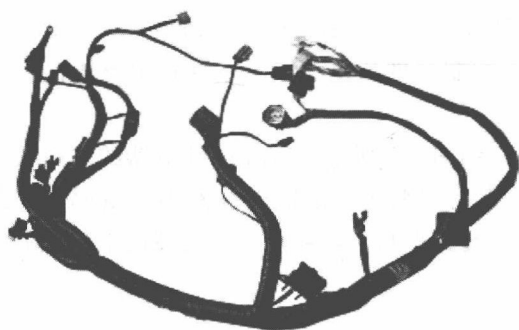

图 1-7 线束
② 线束 全车线路除高压线、蓄电池电缆和起机电缆外，一般将走向相近的同区域的导线用棉纱或薄聚氯乙烯带缠绕包扎成束，称为线束，如图 1-7 所示。线束可使线路不凌乱，便于安装，而且起到了保护导线的作用。线束用卡簧或螺钉固定。